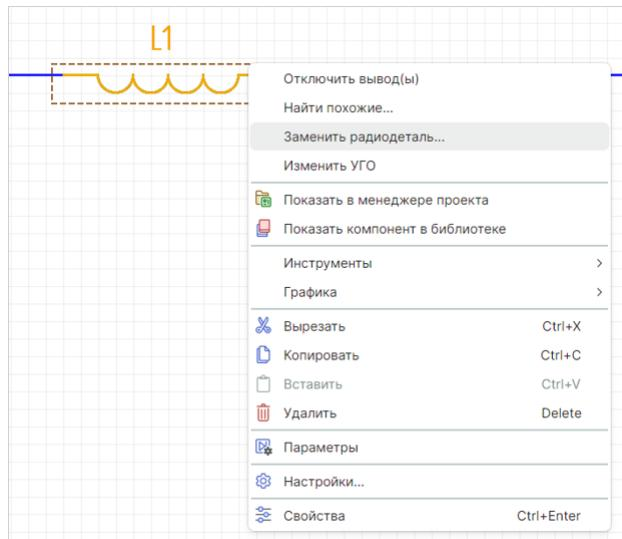

Рис. 90 Инструмент «Заменить радиодеталь/компонент»
1. Вызовите контекстное меню для размещенного компонента и выберите «Заменить радиодеталь», см. Рис. 90.